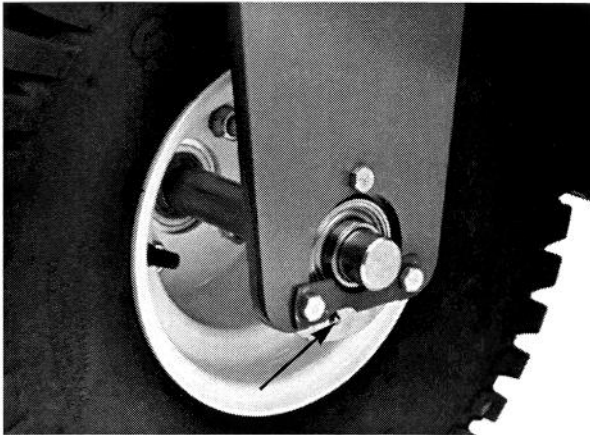
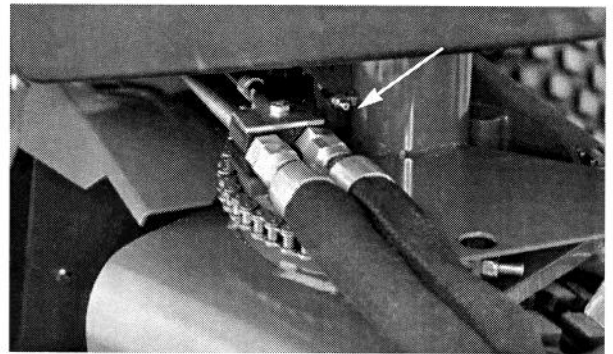

Figure 12
Figure 14
Les roulements et bagues devant être graissés sont: roulements des roues avant (Fig. 12), timonerie de commande déplacement (Fig. 13) et arbre de direction (Fig. 14).
**N.B.:** Pour accéder au graisseur de l'arbre de direction (Fig. 14), déposer les (4) vis et les entretoises qui fixent le réservoir d'essence en haut de la machine et soulever l'avant du réservoir.